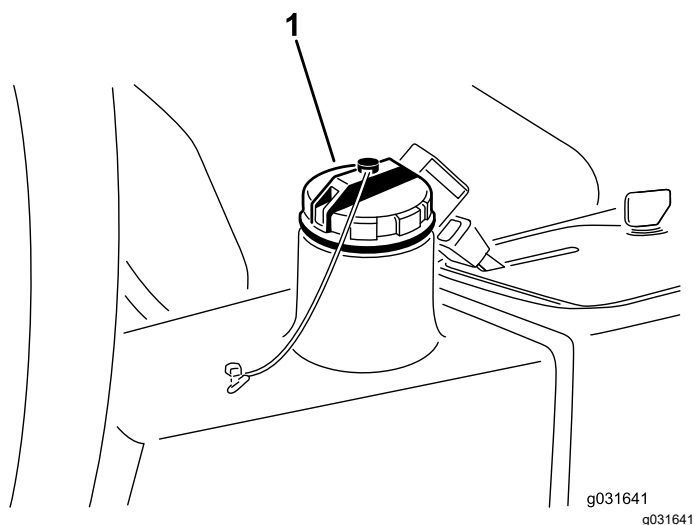

Figura 65
4. Llene el depósito (Figura 65) con aproximadamente 13,2 litros de fluido hidráulico; consulte Especificación del fluido hidráulico \(página 59\) y Comprobación del nivel de fluido hidráulico \(página 60\).